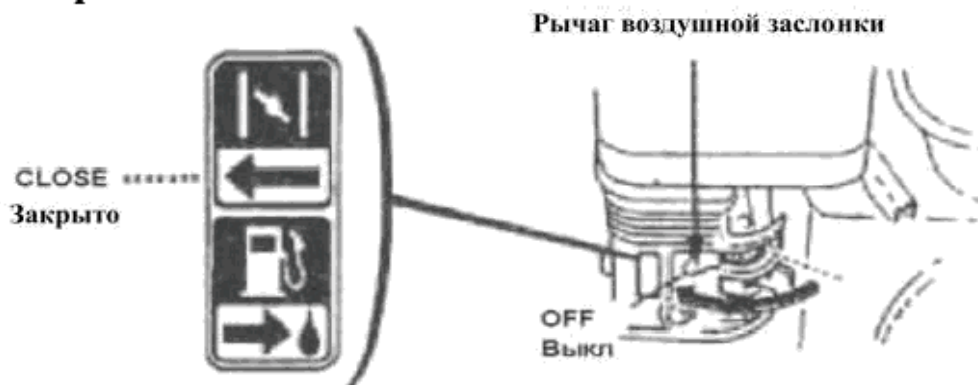

Рис.14
2. Закройте воздушную заслонку (установите рычаг в положение «CLOSE» - «Закрыто»). (Рис.14).